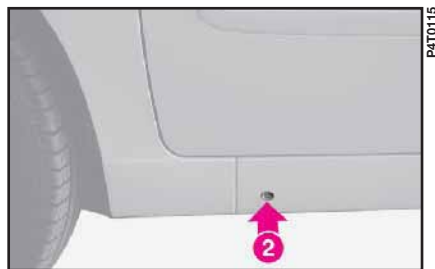

fig. 8
– posición **2** (fig. 8): para la sustitución de la rueda trasera